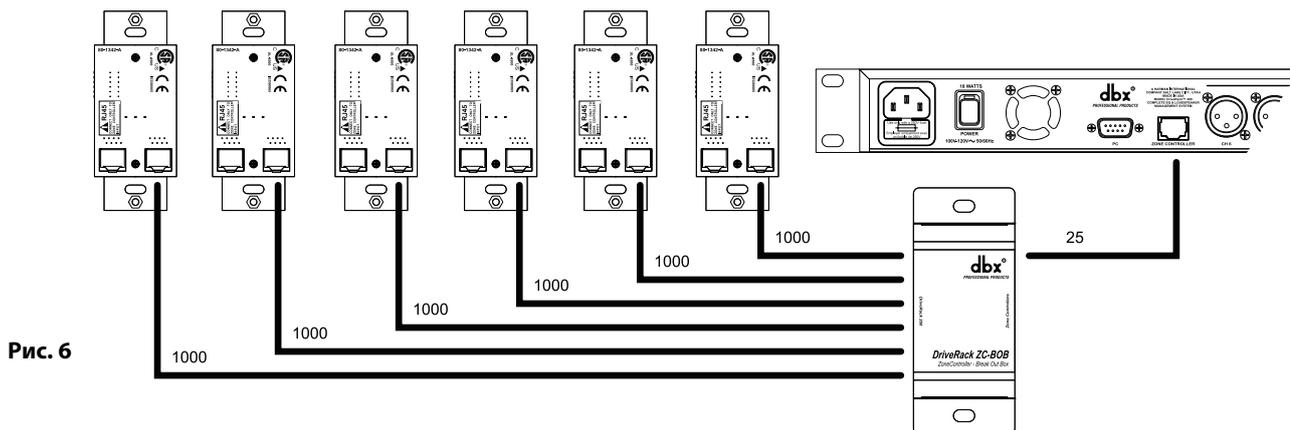

Рис. 6
- Максимально допустимая длина кабеля составляет 1000 футов при коммутации “Home Run” (Рис. 6) с использованием параллельного соединения до 6 ZC с помощью устройства ZC-BOB.